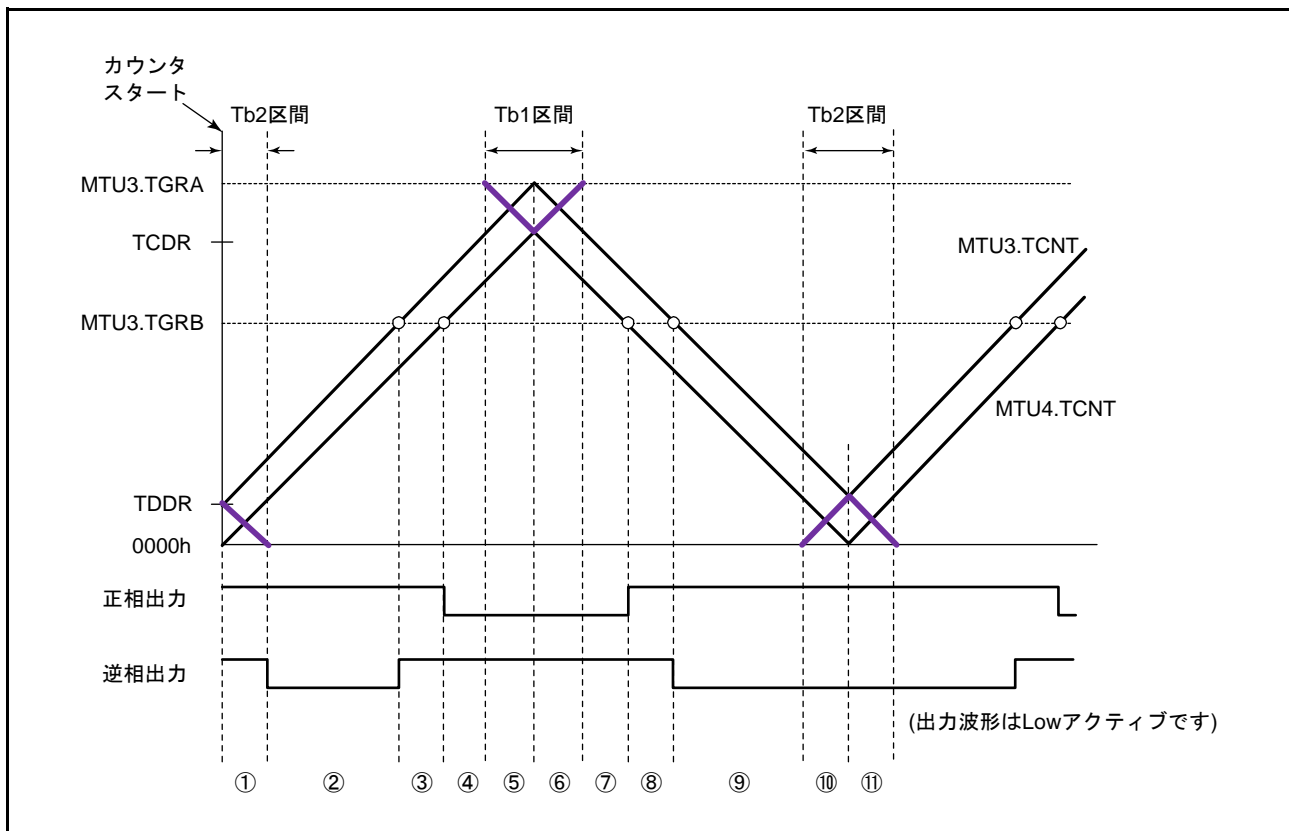

図 22.56 同期カウンタクリアタイミング
TWCR.WRE ビットを“1”に設定することで初期出力を抑止することができるのは、同期クリアが図 22.56 の⑩、⑪のような Tb2 区間に入ってきたときのみです。それ以外のタイミングで同期クリアが起こった場合は、TOCR1.OLSN, OLSP ビットで設定した初期値が出力されます。また、Tb2 区間であっても、図 22.56 の①で示すカウンタスタート直後の初期出力期間で同期クリアが起こった場合には、初期出力の抑止は行いません。
(図 22.56 のタイミング⑥、TWCR.WRE ビット = 1)
(図 22.56 のタイミング⑧、TWCR.WRE ビット = 1)
(図 22.56 のタイミング①、TWCR.WRE ビット = 1)